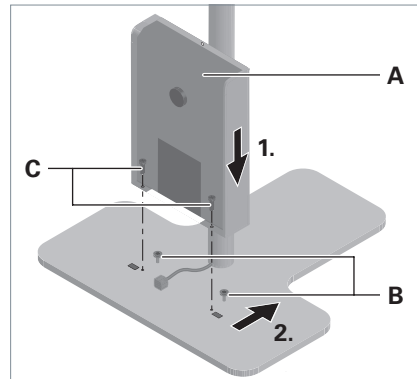

Fig. 2: Versorgungseinheit montieren.
- Setzen Sie die Versorgungseinheit **A** auf die Schrauben **B**, die am Leuchtenfuß vormontiert sind, siehe Fig. 2.
- Schieben Sie die Versorgungseinheit bis zum Anschlag in Richtung Standrohr, siehe Fig. 2.
- Fixieren Sie die Versorgungseinheit am Leuchtenfuß mit den mitgelieferten Schrauben **C**, siehe Fig. 2.